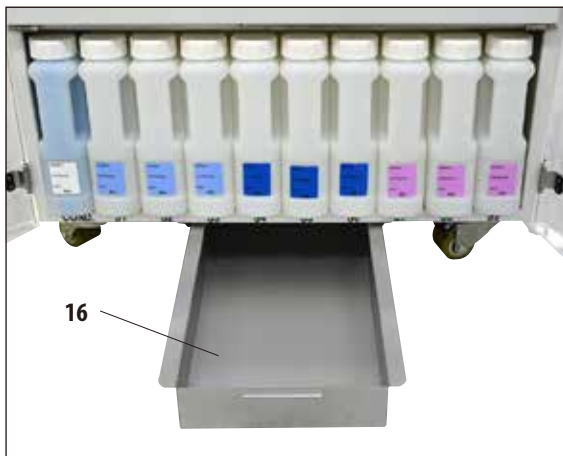

Bild 230
Uppsamlingsträget (16) måste inspekteras regelbundet för att se om det finns tecken på läckande reagenser (bild 230). **Det rekommenderas** att du gör detta efter slutfört infiltrationsprogram och rengöringsprogram, innan någon läckande reagens har hunnit avdunsta.
- Du gör det genom att dra ut facket med handtaget (bild 230) och vid behov tömma det.